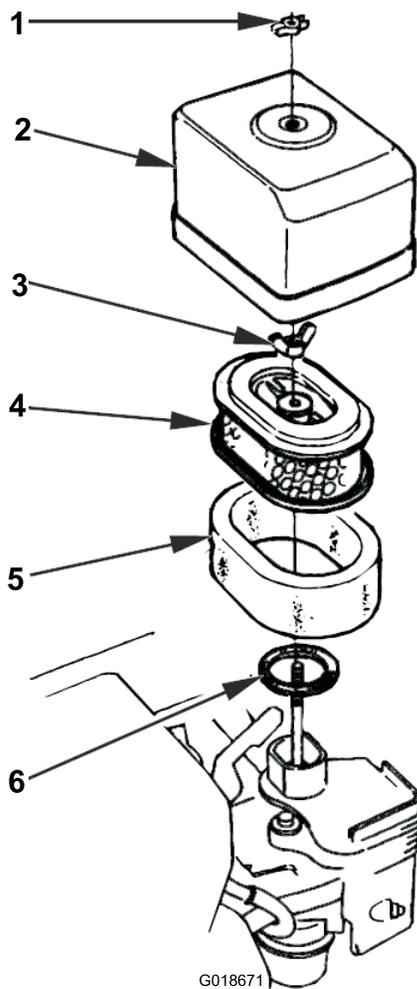

図 15
2. エア・クリーナカバーの蝶ナットを取り、カバーを外す。カバーを丁寧に清掃する (図 15)。
3. エアフィルタの蝶ナットを取り、フィルタを外す (図 15)。
4. ペーパーフィルタからスポンジフィルタを外す (図 15)。